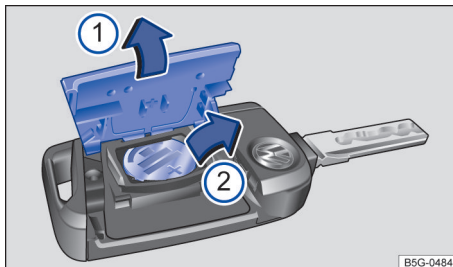
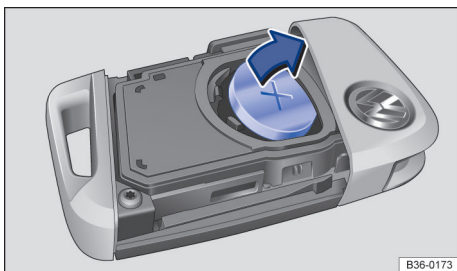

Fig. 49 Chave do veículo: trocar a pilha botão.
Fig. 51 Chave do veículo: trocar a pilha botão.
Legenda para Fig. 49:
- Alavancar a cobertura → Fig. 49 ① para fora → ①.
- Remover a bateria tipo botão do compartimento da bateria → Fig. 49 ②.
- Pressionar novas pilhas botão no compartimento da pilha → ①.
- Pressionar a cobertura sobre a carcaça → Fig. 49 ①.
- Inserir uma chave de fenda de lâmina chata aproximadamente 1 cm no sentido da seta na guia externa da chave de emergência na chave do veículo → Fig. 49 ①.
- Girar a chave de fenda no sentido horário, até que a tampa se solte → Fig. 49 ②.
- Elevar a pilha botão do compartimento da pilha → Fig. 51.
- Pressionar novas pilhas botão no compartimento da pilha → ① em *Substituir a pilha botão, chave do veículo com haste* na página 63.
- Pressionar a cobertura sobre a carcaça → Fig. 49 ③.